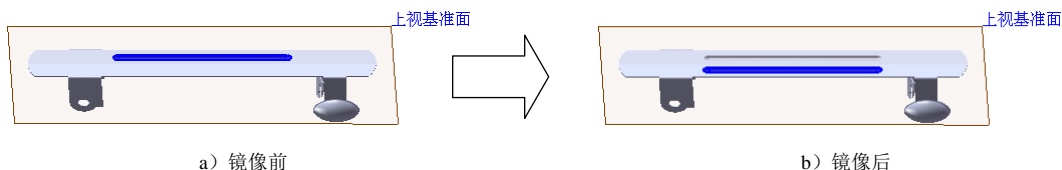

图 15.4.49 镜像 4
Step17. 创建图 15.4.49 所示的镜像 4。
(1) 选择命令。选择下拉菜单 **插入(I)** → **阵列/镜向(E)** → **镜向(M)...** 命令。
(2) 定义镜像基准面。选取上视基准面作为镜像基准面。
(3) 定义镜像对象。选择成形特征 2 作为镜像 4 的对象。
(4) 单击  按钮，完成镜像 4 的创建。